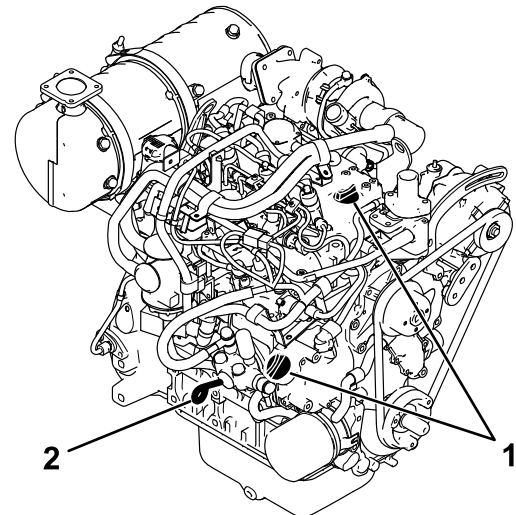

Figure 52
5. Nettoyez la surface autour de la jauge d'huile et enlevez le bouchon de remplissage (Figure 52).